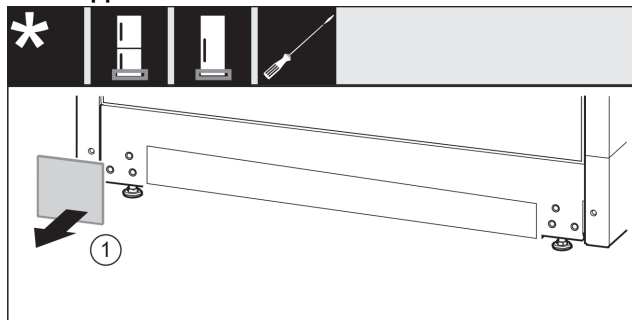

Fig. 17
- Afdekking Fig. 17 (1) wegnemen.